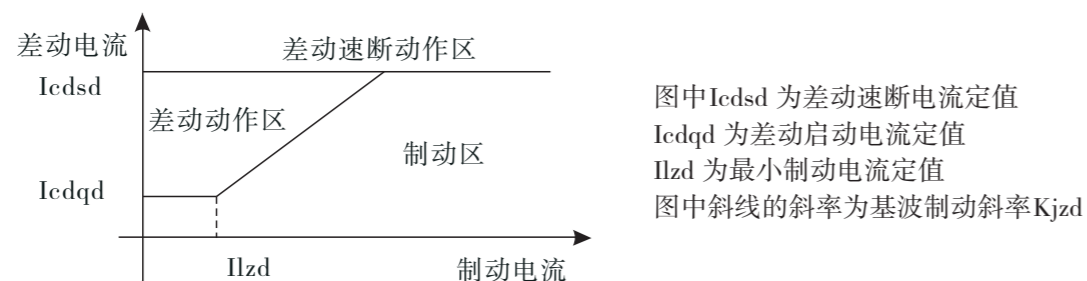

图17-1 差动保护定值曲线
- YZ100-CD(D)交流原理图（附图17-1）；
附图17-1：YZ100-CD(D)交流原理图